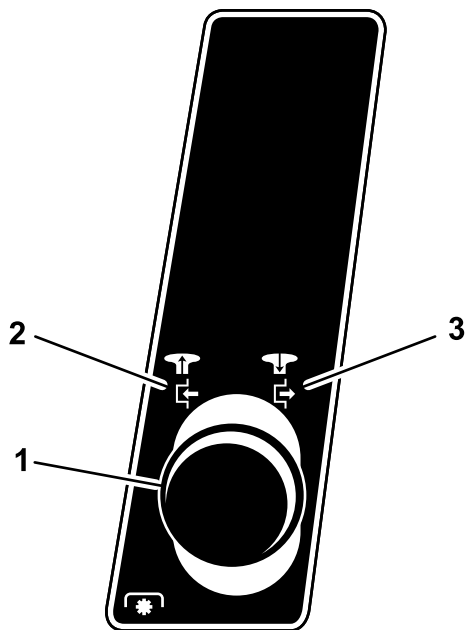

Figura 6
2. Innestate il comando delle lame (PDF) estraendo la manopola in posizione Engaged (Figura 6).
2. Inserite la manopola di comando delle lame (PDF) in posizione di disinnesto (Figura 6).